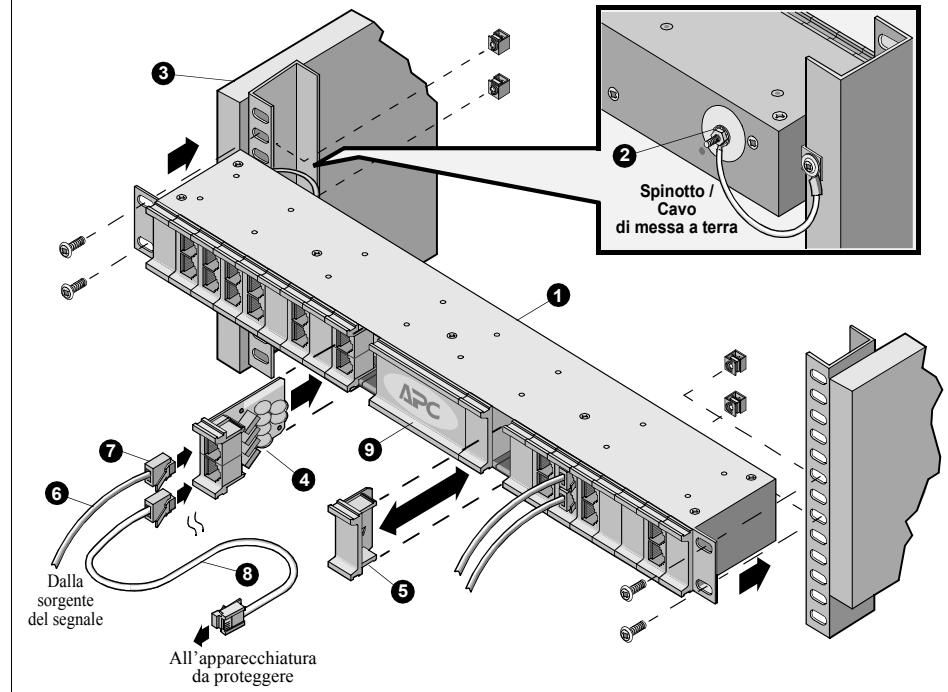

Figura 1. Installazione tipica
APC raccomanda di installare lo chassis di protezione dalle sovraccorrenti nelle linee di trasmissione dati ProtectNET™ (1, Figura 1) PRM24 usando i dispositivi di fissaggio in dotazione. Inoltre lo chassis deve essere collegato a un punto a potenziale di terra. A tal fine si può adoperare l'apposito spinotto (2) situato sul pannello posteriore dello chassis. Accertarsi che il rack o l'armadio (3) sia collegato a un punto di massa adeguato. Installare lo chassis e i moduli (4) come illustrato nella figura a fianco.